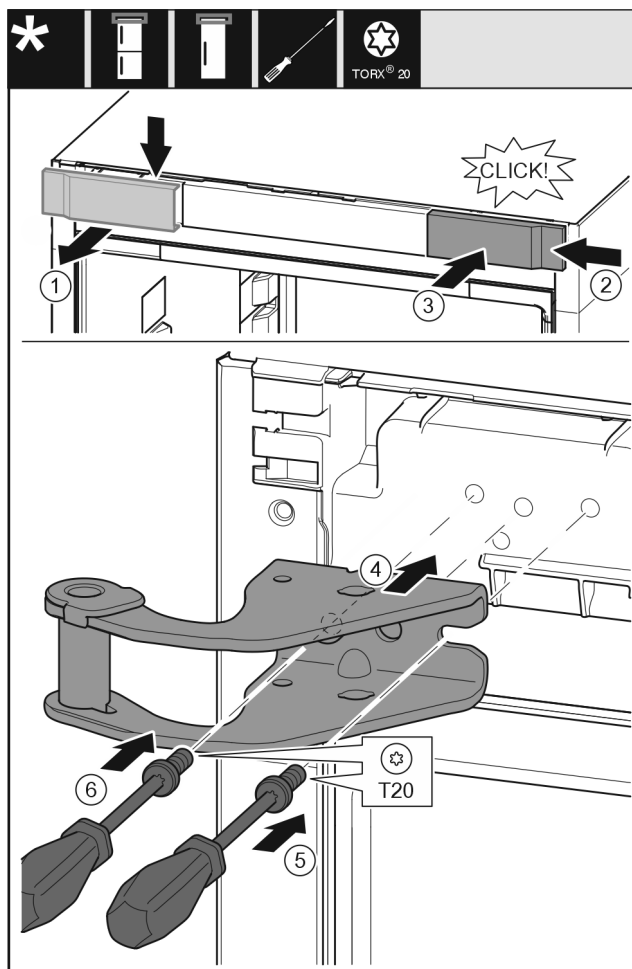

Fig. 12
- ▶ Nuimkite dengiamąją plokštelę iš viršaus į priekį. Fig. 12 (1)
- ▶ Dengiamąją plokštelę, pasukę 180°, užkabinkite kitoje pusėje iš dešinės. Fig. 12 (2)
- ▶ Užfiksuokite dengiamąją plokštelę. Fig. 12 (3)
- ▶ Uždėkite viršutinę atraminę gembę. Fig. 12 (4)
- ▶ Įkiškite varžtą atsuktuvu T20 ir tvirtai prisukite. Fig. 12 (5)
- ▶ Įstatykite varžtą atsuktuvu T20 ir tvirtai prisukite. Fig. 12 (6)